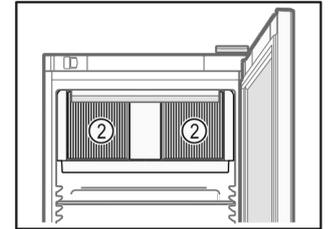

Fig. 59
- q Lüftungsschlitze Fig. 59 (2) des Umluftgebläses im Innenraum freihalten.